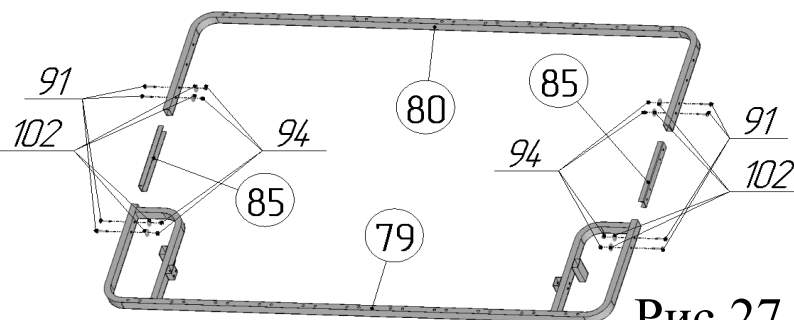

Рис.27
47. Соединить раму дивана переднюю поз.79 с рамой дивана задней поз.80 с помощью соединителей поз.85, винтов М6х30 поз. 91, шайб $\varnothing 6 \times 18$ стальных поз.102 и гаек М6 со стопорным кольцом поз. 94 (рис.27).